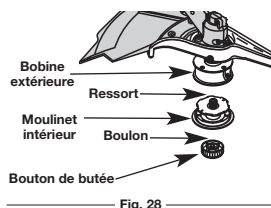

Fig. 28
1. Tenez la bobine extérieure d'une main et dévissez le bouton de butée vers à droite (Fig. 28). Inspectez le boulon à l'intérieur du bouton de butée pour vous assurer qu'il se déplace librement. Remplacez le bouton de butée s'il est endommagé.
2. Retirez le moulinet intérieur de la bobine extérieure (Fig. 28).
3. Retirez le ressort du moulinet (Fig. 28).
2. Retirez l'ancien moulinet intérieur de la bobine extérieure (Fig. 28).
3. Retirez le ressort de l'ancien moulinet intérieur (Fig. 28).